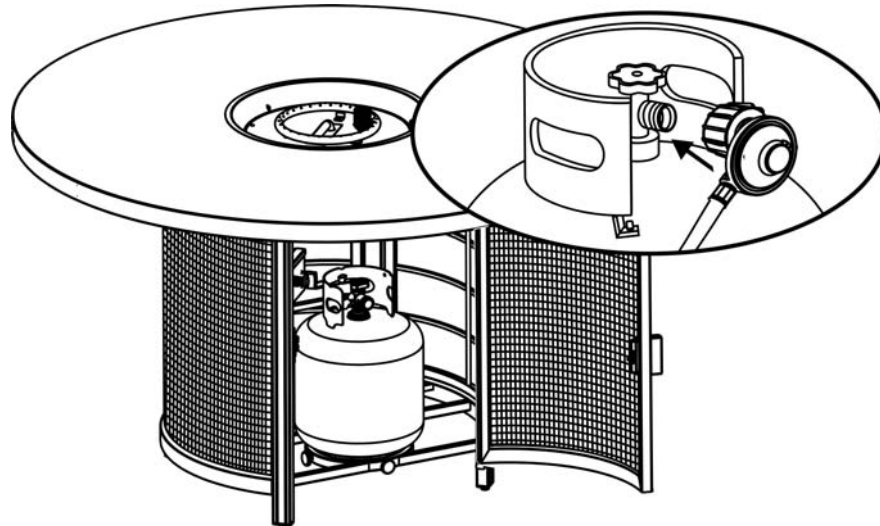

Figura 5
5. Tire de el mango para soltar la puerta y coloque el tanque de gas LP en el estante. Conecte el regulador, como se indica en la figura 5. Gire el asa negra en sentido de las manecillas del reloj, para apretarla. Para quitarlo, gire el asa en sentido contrario de las manecillas del reloj. La manguera debe apuntar hacia abajo. Revise que la válvula esté completamente girada en sentido de las manecillas del reloj a la posición OFF/APAGADO. Abra la válvula del tanque. Aplique una solución de agua jabonosa a la conexión del regulador del tanque y a la conexión válvula-manguera, para verificar si hay fugas. Si se forman burbujas de jabón, quiere decir que la conexión tiene una fuga. Si encuentra una fuga, cierre la válvula del tanque y apriete todas las conexiones.